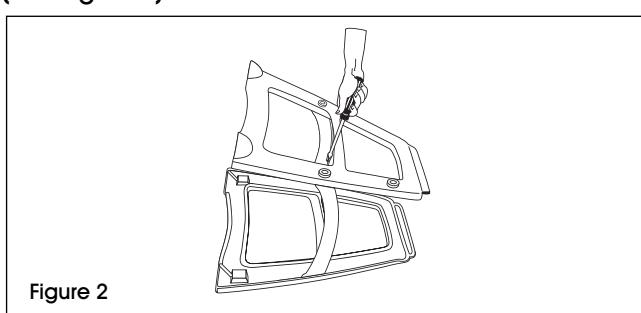

Figure 2
2. Fixez les supports de cadre aux pieds de la chaise haute à l'aide des vis de 1 1/2 po et du tournevis. (Voir Figure 2)